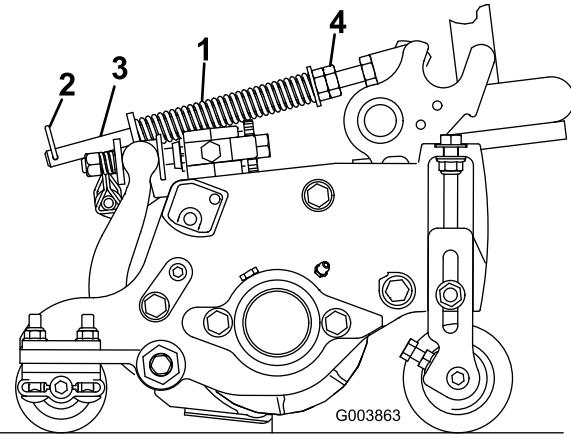

Figure 22
1. Vérifiez que la goupille fendue est insérée dans le trou de la tige de ressort (Figure 22).
2. Serrez les écrous hexagonaux à l'extrémité avant de la tige de ressort jusqu'à ce que la longueur du ressort comprimé soit égale à 15,9 cm (Figure 22).